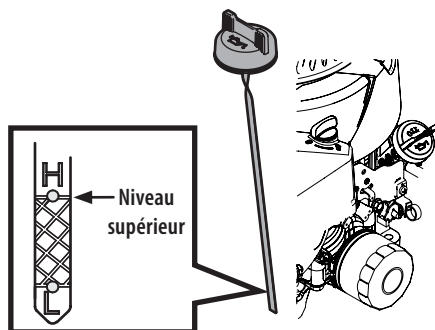

Figure 2
- Remplir l'huile jusqu'au repère supérieur de la jauge Figure 2.
1. Retirez le bouchon et essayez la jauge (Figure 2).
3. Dévissez le bouchon et retirez la jauge du tube de remplissage. Vérifiez le niveau d'huile. S'il est sous le repère bas, ajoutez lentement de l'huile jusqu'à ce que le niveau soit au repère haut (Figure 2).